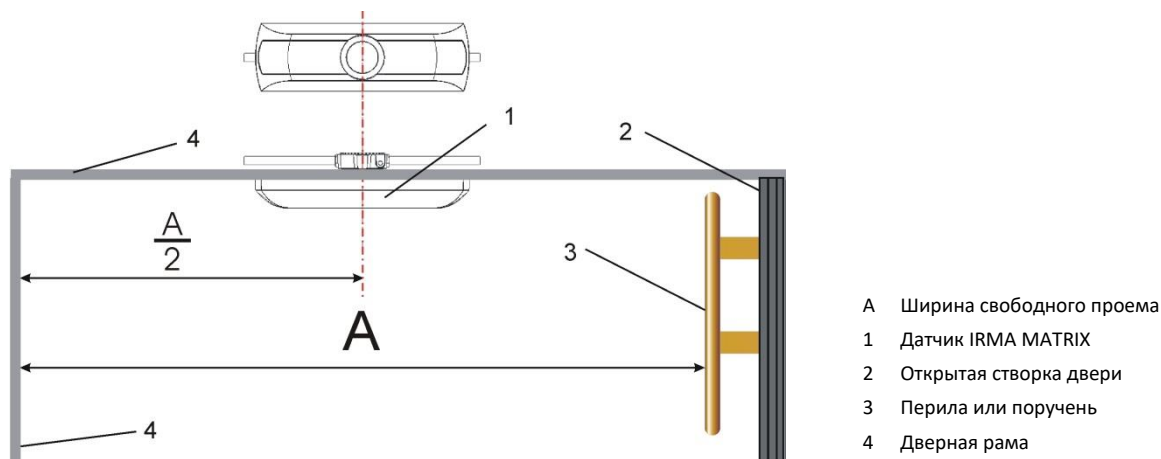

Рис. 6: Определение центра по ширине свободного проема
При снятии размеров учитываются объекты в пространстве дверного проема (см. позицию (3) на рис. 6).